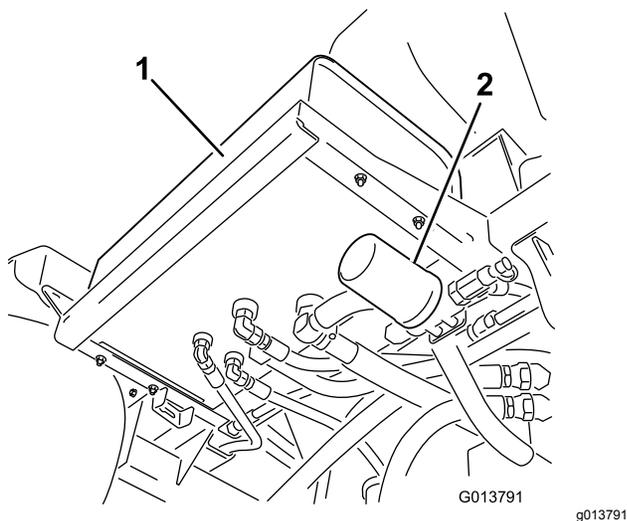
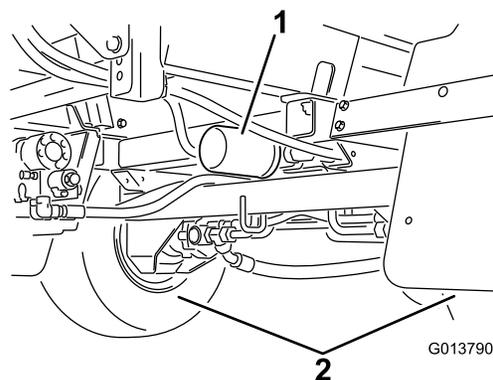

Figura 96
Figura 97
2. Localize os dois filtros hidráulicos na máquina (*Figura 96* e *Figura 97*).